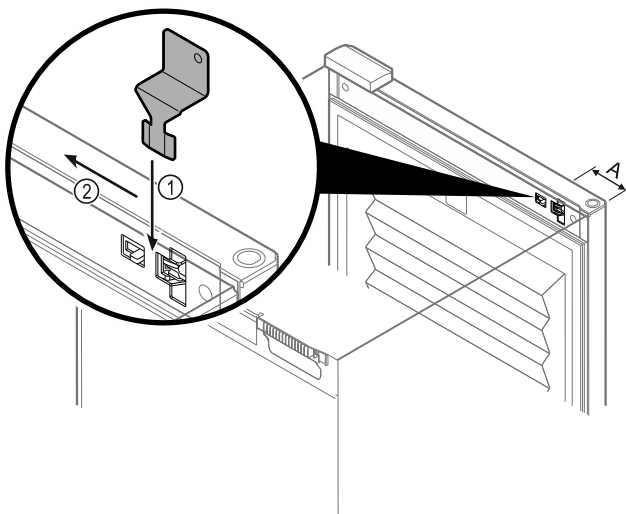

Fig. 90
- ▶ Colocar la llave de desbloqueo de emergencia en el lugar previsto Fig. 90 (A) ≈ 100 mm.
- ▶ Introducir desde arriba hasta el tope la llave de desbloqueo de emergencia entre la puerta y el cuerpo del electrodoméstico Fig. 90 (1).
- ▶ Tirar de la llave de desbloqueo de emergencia en dirección al lado de las bisagras Fig. 90 (2).